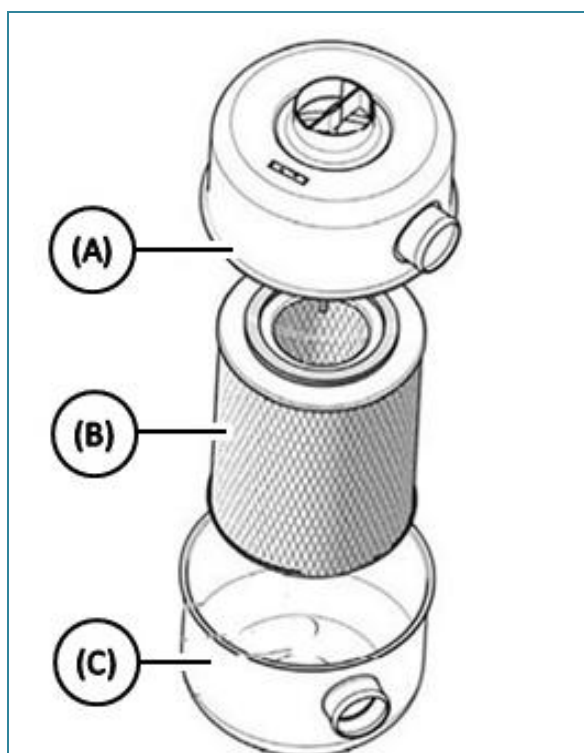

Рисунок VI-1
3) Отстегните защелки на боковинах корпуса фильтра (если есть), поверните половинки в противоположных направлениях и снимите верхнюю половину корпуса вместе с фильтрующим элементом (Рисунок VI-1).